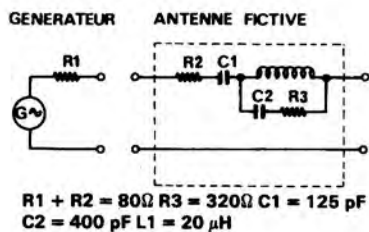

Fig. 6
- Pour la réalisation de l'antenne fictive voir figure 6.